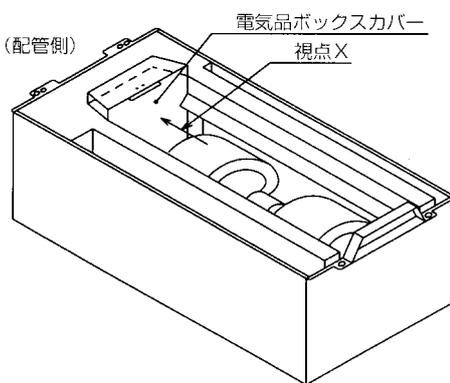

図4
2. 電気品ボックスカバーの取外し (図4,5)
- ①ネジ3本を取外し、電気品ボックスカバーを取外してください。